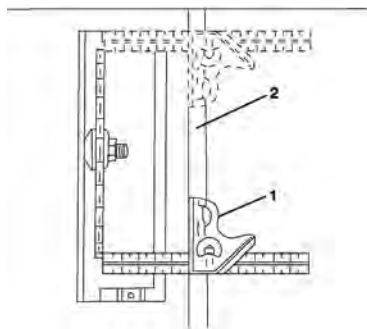

fig. 5 – Verificando la escuadra de la guía con relación a la base de la máquina
3. Coloque la escuadra (1) y asegúrese de que la guía paralela esté a 90°C con la escala de la misma, conforme fig. 5;